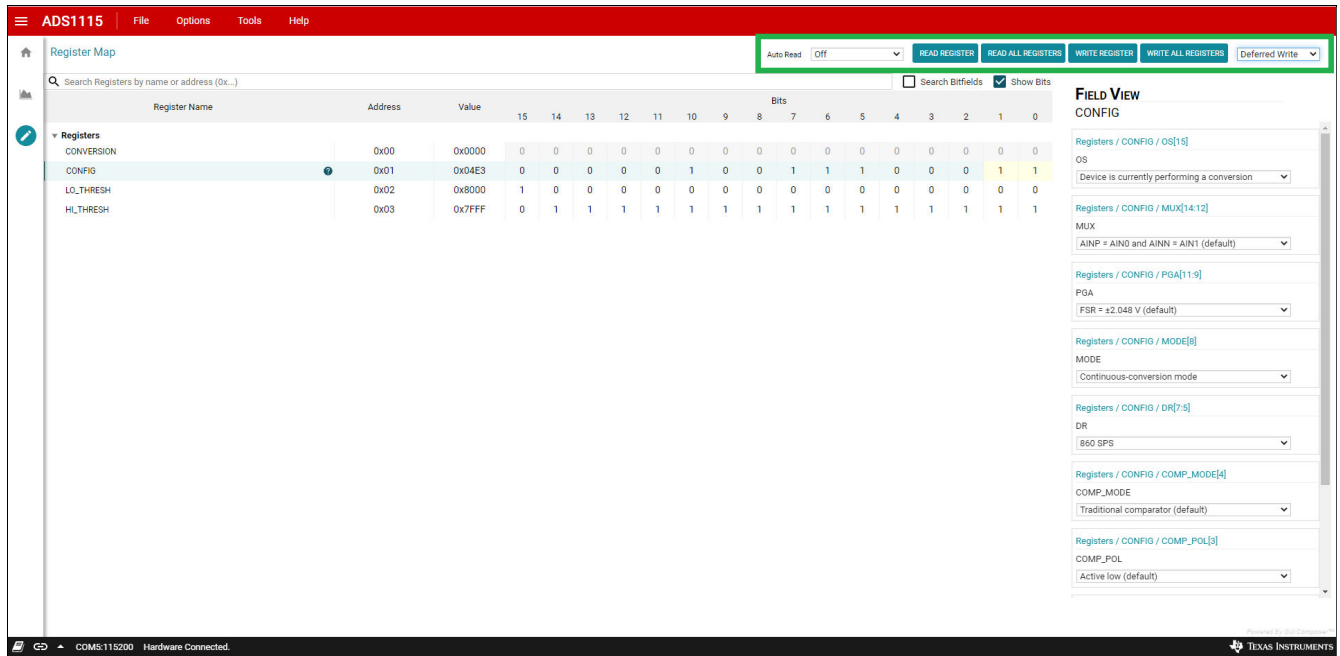

图 5-23. 寄存器读写控制
**Register Map** ( 寄存器映射 ) 窗口的顶部和右侧 ( 如图 5-23 中所示 ) 是用于读写寄存器的控件。启动默认控制值为当选项改变时, **Immediately Write** ( 立即写入 ) **Config** ( 配置 ) 寄存器。 **Auto Read** ( 自动读取 ) 寄存器功能处于关闭状态。